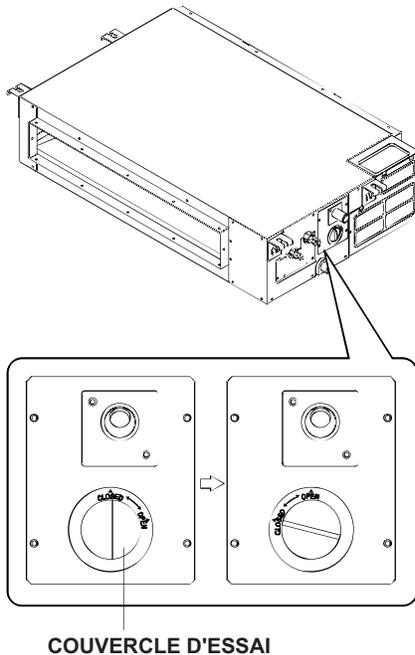

Figure 22 – Contrôle d'étanchéité des coudes et raccords
1. Retirez le couvercle d'essai en le tournant vers la gauche, tel que montré dans la figure 22.